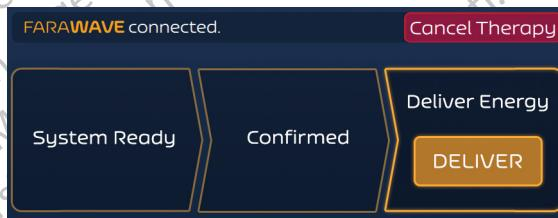

Figura 10. Ecrã Terapia - Modo Assíncrono - Estado Pronto para Aplicar
5. Se premir CONFIRM (CONFIRMAR) irá ativar o botão DELIVER (APLICAR) conforme apresentado na Figura 10.